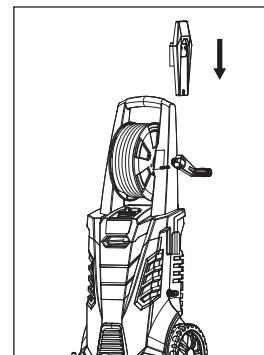

Figure 4 - Fixer le crochet du cordon d'alimentation
- Fixer le crochet du cordon d'alimentation (voir la figure 4).